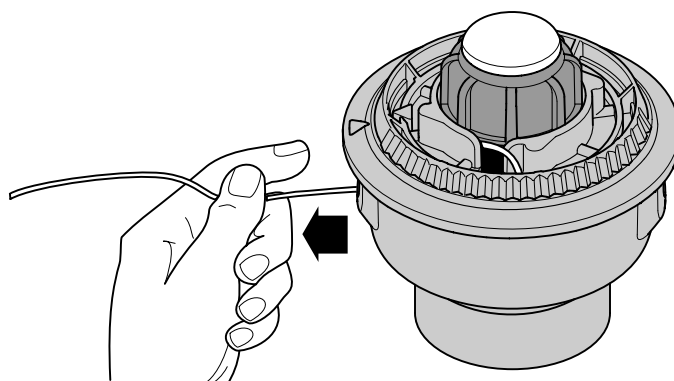

Fig. 11
6. Tirez le fil de la bobine extérieure jusqu'à ce qu'il soit bien serré contre le moulinet intérieur (Fig. 11).